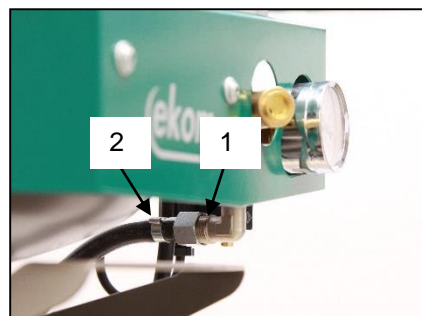

Рис. 6
13.1. Подключение к выпускному воздухопроводу сжатого воздуха (рис. 6)